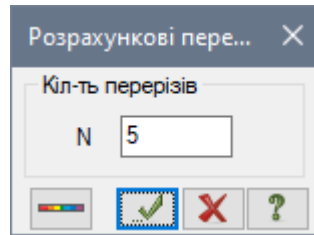

Рис. 1.17. Діалогове вікно Розрахункові перерізи
- Натиснувши на кнопку  – **Розрахункові перерізи стержнів** (панель **Редагування стержнів** на контекстній вкладці **Стержні**) Відкрийте діалогове вікно **Розрахункові перерізи** (рис. 1.17).